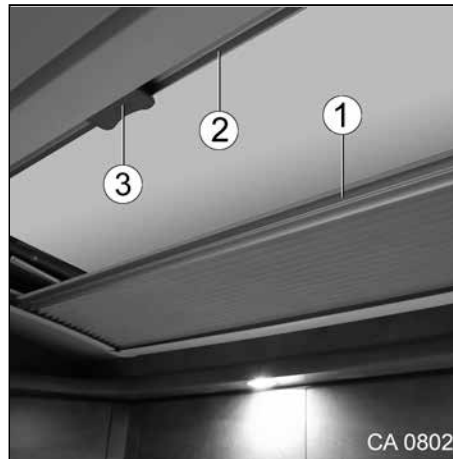

Fig. 48 Stores au niveau du lanterneau Skyroof
- Déplacer le store occultant (Fig. 48, pos. 1) ou le store moustiquaire (Fig. 48, pos. 2) en le tenant aux poignées. Accoupler les deux stores avec la poignée (Fig. 48, pos. 3).
- Pour les désaccoupler, faire basculer la poignée (Fig. 48, pos. 3) et détacher le store moustiquaire (Fig. 48, pos. 2) du store occultant (Fig. 48, pos. 1).